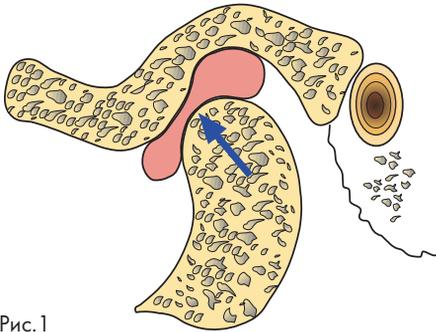

Рис.1
Проведение терапевтического лечения синдрома MPD существенно упрощается при точном знании причин в каждом отдельном случае. При этом однозначно установлена причинно-следственная связь, следуя которой нарушения прикуса зубов, превышающие всего 10-20 мкм, могут вызывать нарушения жевательных функций (Prof. Meyer). Такие пациенты с указанными функциональными расстройствами приобретают, как правило, новый привычный прикус зубов, который отличается от положения центрального прикуса (CR) (см. Рис. 1).